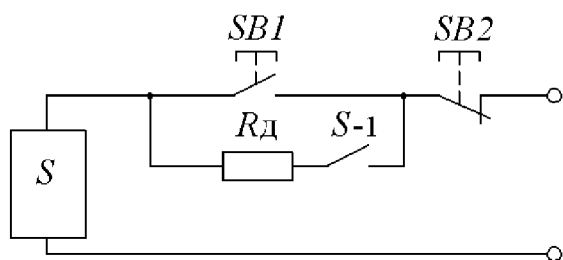

Рис. 5.15
5.3.9. Электромагнитная обмотка контактора постоянного тока  $KM$  подключается к управляющему напряжению 220 В. Для повышения экономичности схемы при включении контактора последовательно его обмотке подсоединяется резистор  $R_д$ , ограничивающий ток (рис. 5.15). Параметры электромагнитного контактора следующие: число витков катушки  $w = 100$ ;